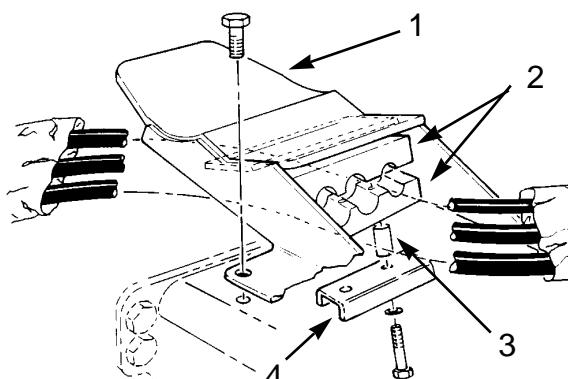

図7
1. 油圧ホースをそれぞれのチッパー・ブラケットに仮止めする(ホースクランプ、スペーサ、クランプ・プレート、ロックワッシャ、キャップスクリュを使用; 図7)。
6. No.4とNo.5ユニットではチッパー・ブラケット・クランプを締め付ける(図7)。